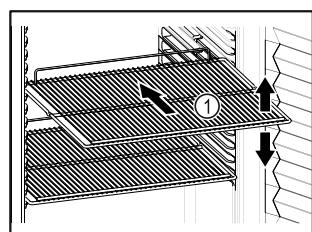

Fig. 50 Приближене відображення
- ❑ Якщо решітки для зберігання Fig. 50 (1) знімні, відрегулювати по висоті.